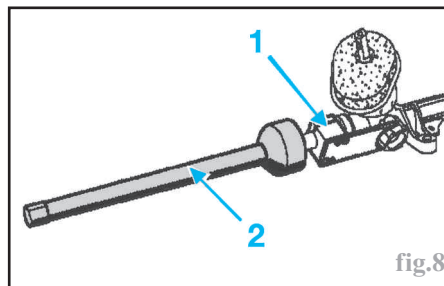

fig.8
- Mettre en place un outil (1) de blocage approprié sur la crémaillère (outil Renault Dir. 1306-04) (fig.8).
- serrer la rotule axiale de la biellette au couple en s'aidant de l'outil Renault Dir. 1305-01 (2) (fig.8).